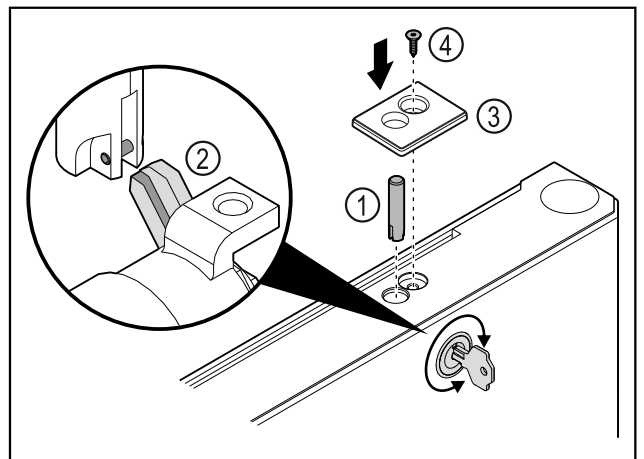

Fig. 41
- ▶ Vstavite sornik ključavnice Fig. 41 (1).
- ▶ Ključavnico rahlo obrnite, da se sornik ključavnice tako Fig. 41 (2) zaskoči v reži ključavnice.
- ▶ Vstavite pokrov Fig. 41 (3).
- ▶ Vstavite vijak Fig. 41 (4).